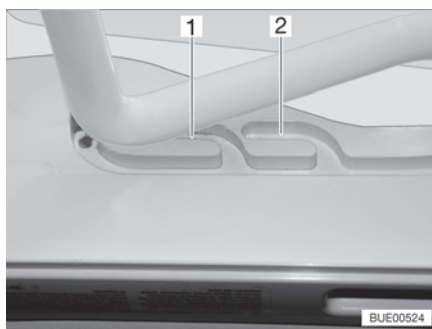
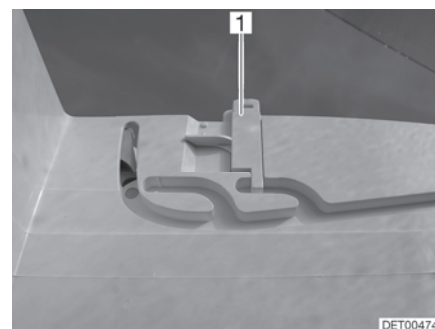

Bild 19 Spår (ventilationsläge)
Bild 20 Lås (ventilationsläge)
Heki-takluckan kan ställas i två ventilationslägen: Läget för dåligt väder (Bild 19,1) och mittläget (Bild 19,2). Beroende på modell kan takluckan låsas i mittläget med spärren (Bild 20,1).
- Tryck bygel lätt uppåt och skjut in den i det valda spåret (Bild 19,1 eller 2) och lås eventuellt.